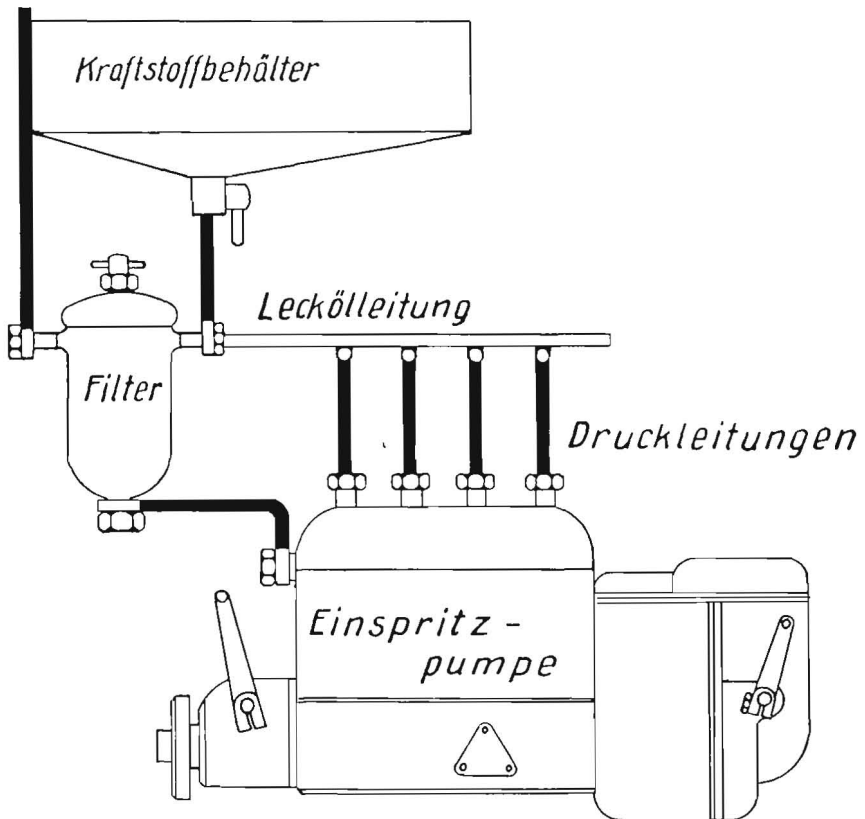

Bild 7 Einspritzanlage
3.1 Funktion der Einspritzanlage (Bild 7)
Zum Auffüllen des Filters dient eine Öffnung im Filterdeckel, die durch die Einfüllschraube (6) verschlossen ist. Vor Inbetriebnahme des Filters ist dieses durch Herausdrehen der Entlüftungsschraube (2) zu entlüften. Das Überströmventil (9) sorgt für gleichbleibenden Druck im Filter; durch dieses Ventil wird das Filter dauernd entlüftet. Der überströmende Kraftstoff fließt durch die Überströmleitung in den Kraftstoffbehälter zurück (Bild 7). Der Filterdeckel kann nach Lösen der Anschlußschraube (7) abgenommen werden.